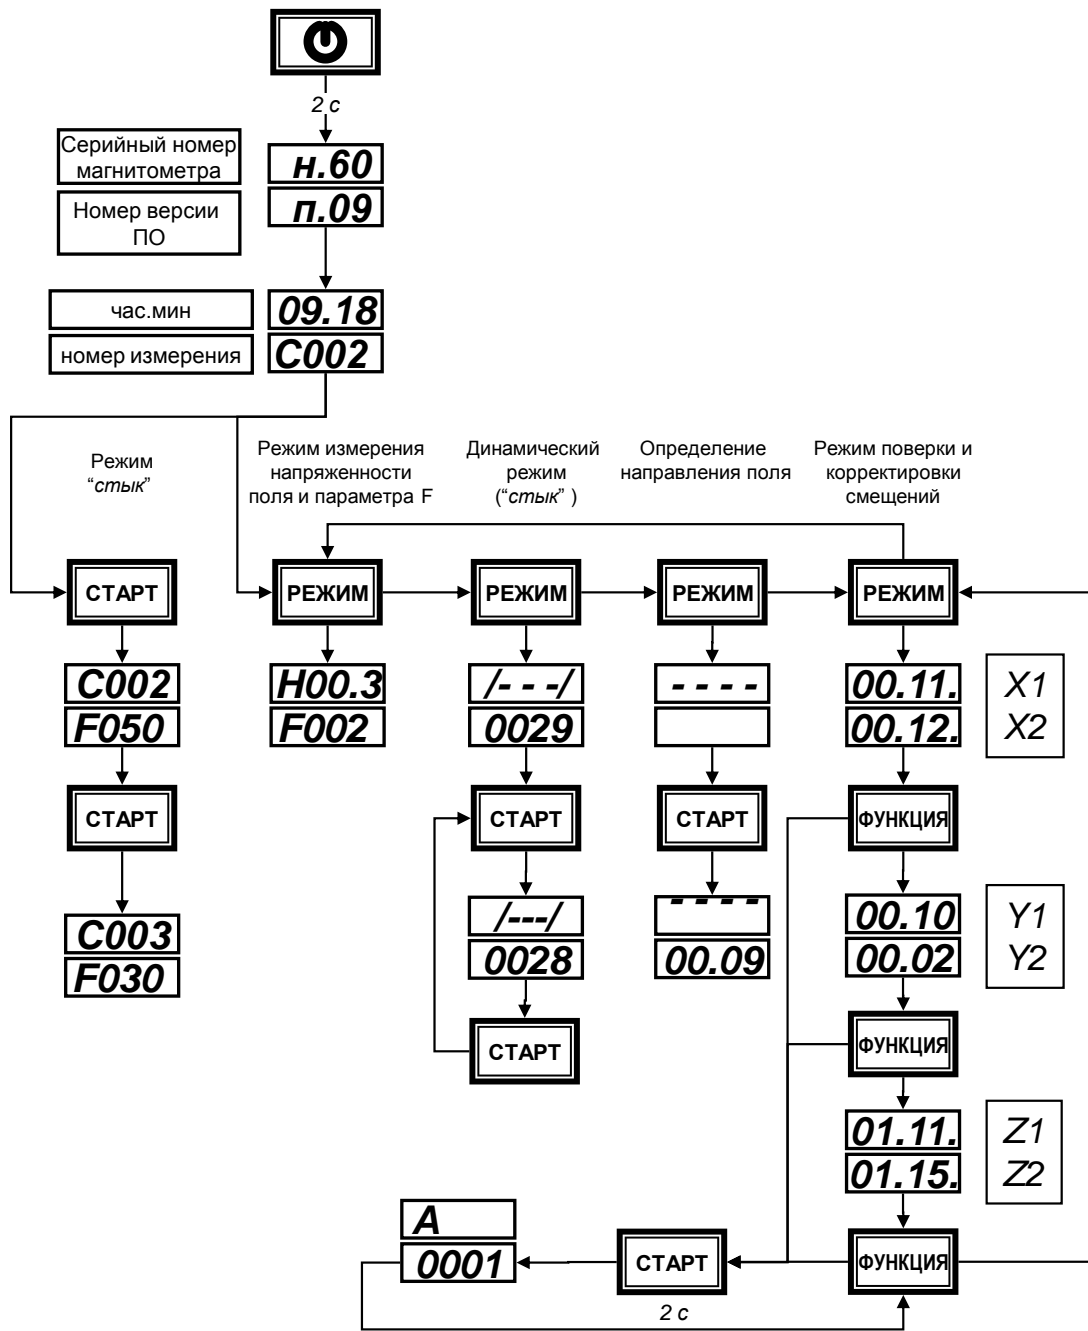

Рисунок 4. Переключение рабочих режимов магнитометра
3.2.1 Для перехода в режим “стык” нажать кнопку СТАРТ в режиме “часы”. (см. рис. 4)